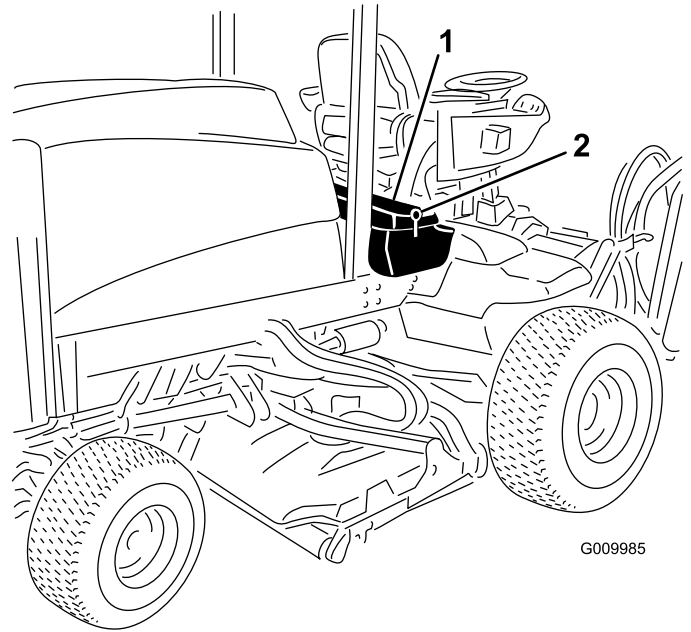
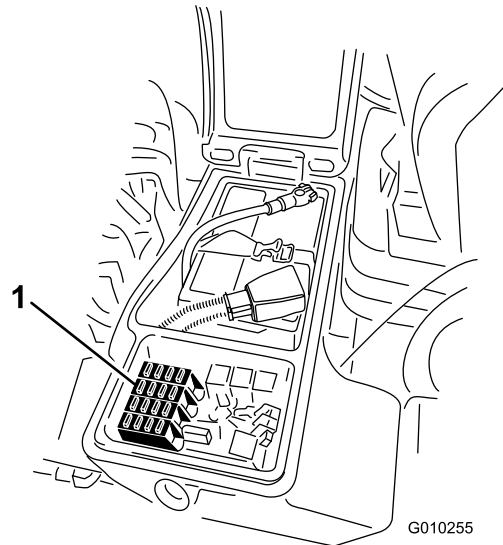

Figura 95
Figura 96
(Figura 95) per esporre il portafusibili (Figura 96).
- Sostituite il fusibile aperto (o fusibili aperti) come opportuno (Figura 96).
- Chiudete il coperchio del vano portaoggetti di destra e fissatelo con il dispositivo di chiusura (Figura 95).